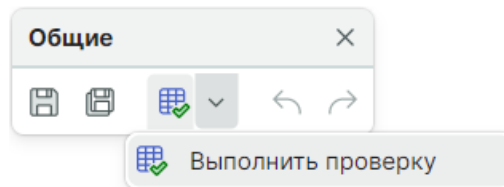

Рис. 287 Запуск операции проверки компонента
6. Выполните проверку компонента, см. Рис. 287: